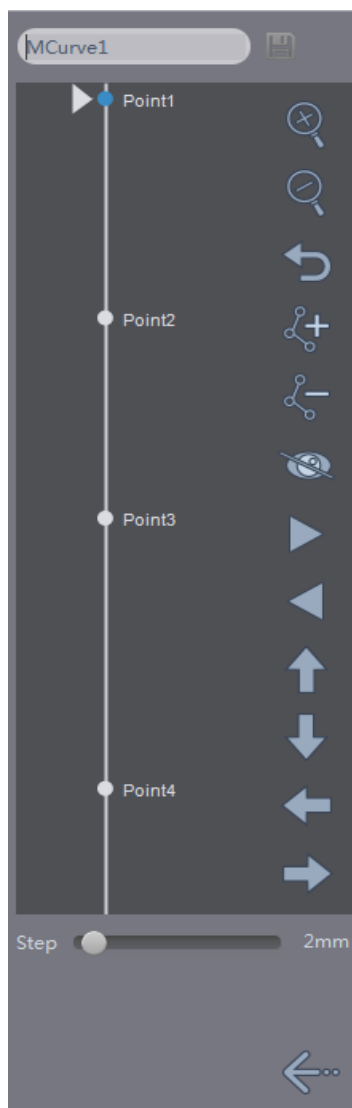

Рисунок 5.33 - Диалоговое окно «Редактирование кривой»
В режиме «Глаз» (рис.5.33) отображаются VE-представление (A), MPR-представления в аксиальной плоскости (B), изображение в режиме тела (C) и наклонное поперечное MPR-представление (D):